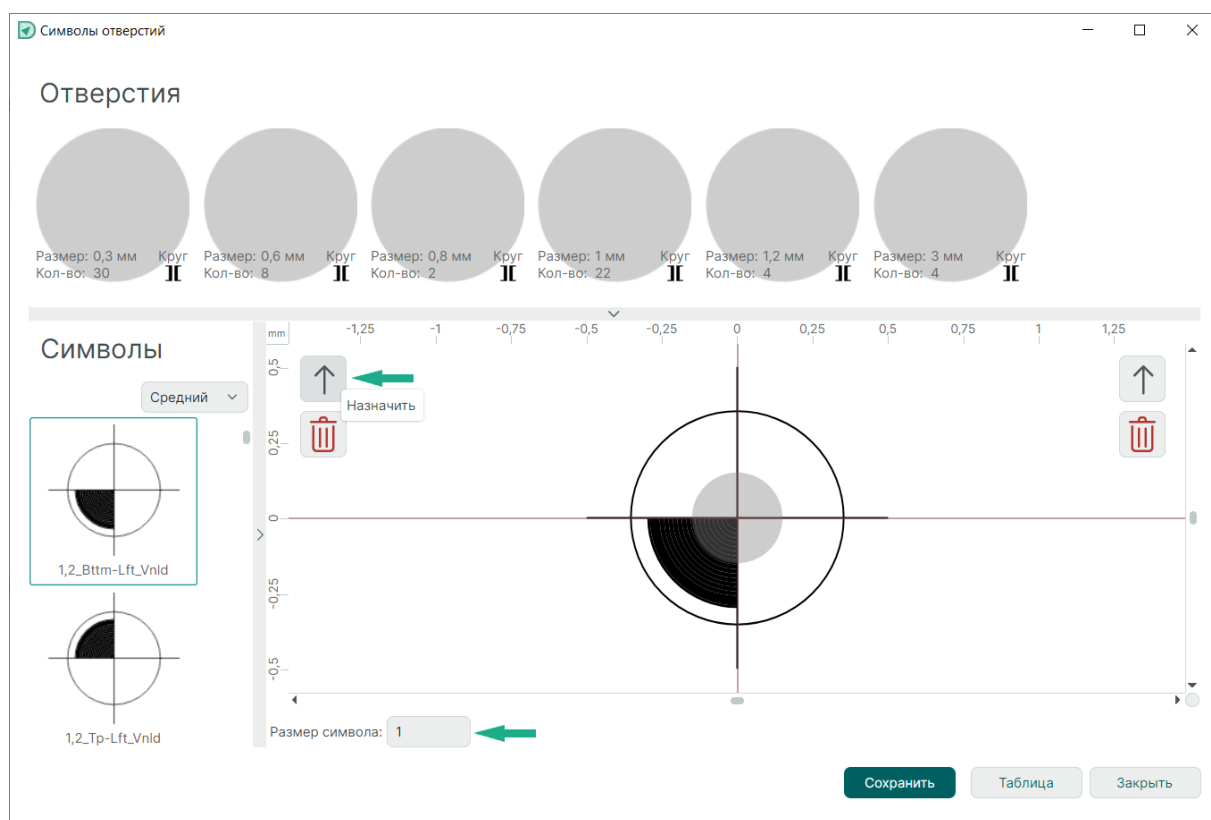

Рис. 161 Назначение символа
- Дважды кликните левой кнопкой мыши на выбранном символе – наложение символа на отверстие произойдет автоматически – или выберите символ и используйте кнопку  «Назначить» в левой части области просмотра, см. Рис. 161.